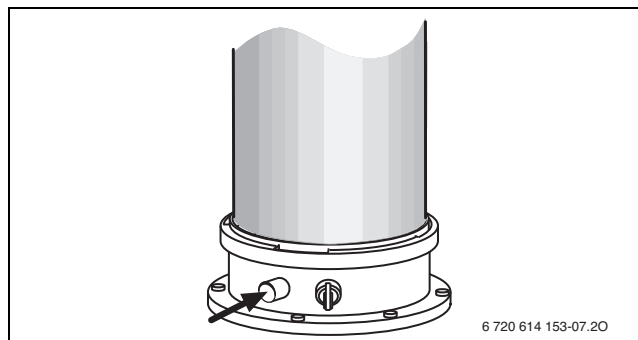

Fig. 42 Orificiu de măsurare a gazelor arse
- Deschideți șurubul micrometric pentru presiunea diferențială a vanei de gaz (→ Fig. 42).